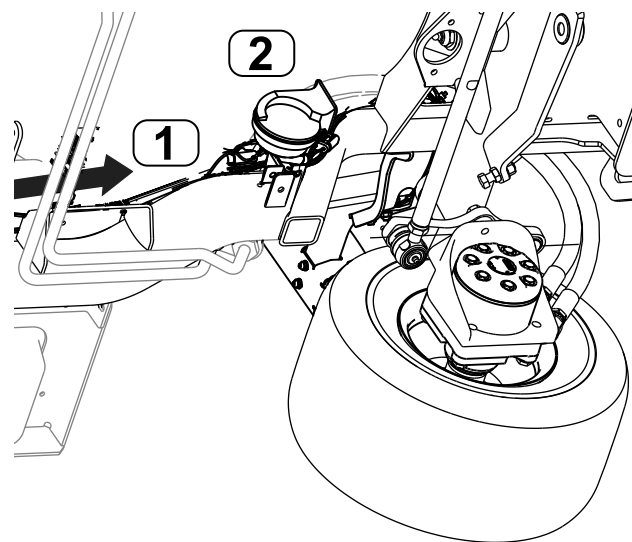

Figura 42
4. Collegate i connettori del cablaggio preassemblato di comando con l'etichetta HORN (J01, J02) all'avvisatore acustico (Figura 42).